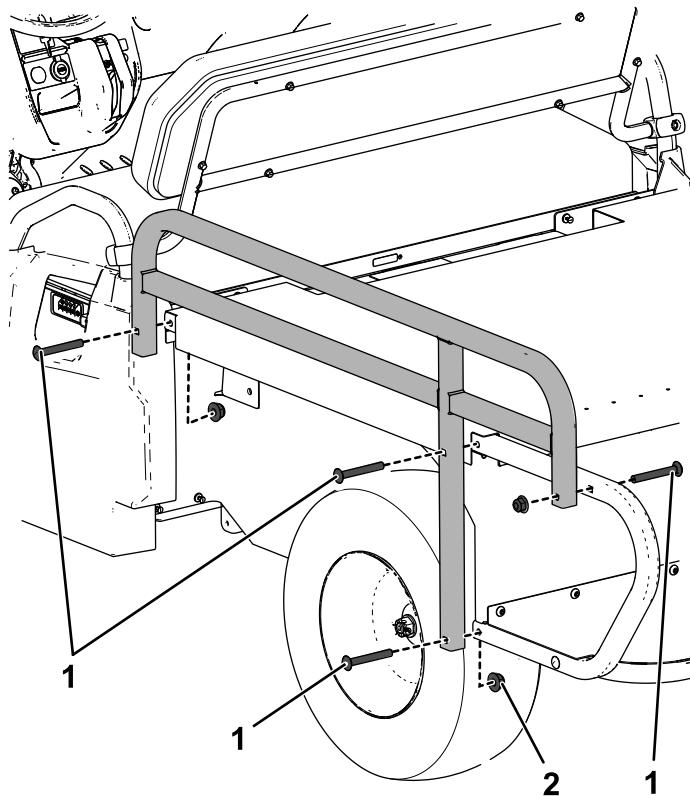

Figure 9
8. Fixez les longerons au plateau à l'aide de 8 boulons de carrosserie ($\frac{3}{8}$ " x 3") et 8 écrous hexagonaux ($\frac{3}{8}$ "), comme montré à la Figure 9.